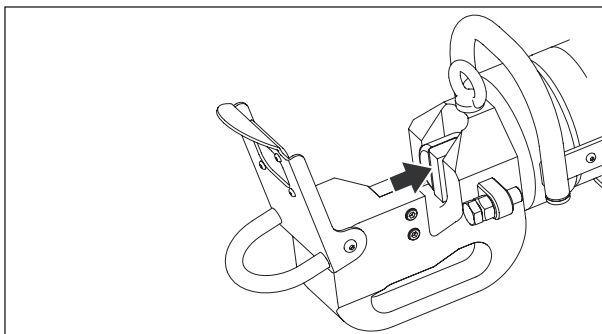

图 8，处于原位（完全缩回）位置的活塞和刀片
在切割头内放置任何材料前，务必确保活塞和移动刀片处于完全缩回的“原位”位置。参见图 8。
2. 确保活塞处于“原位”（完全缩回）位置。参见图 8。
1. 启动泵。将活塞移至“原位”（完全缩回）位置。参见图 8。